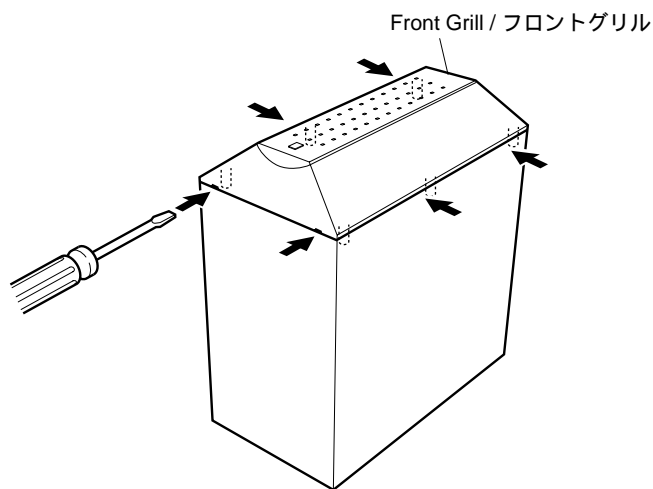

Fig. 1
- 底側からマイナスドライバー等を差し込み、フロントグリルを押し上げます。(Fig. 1)
①のネジ14本を外し、リアパネルを取り出します。